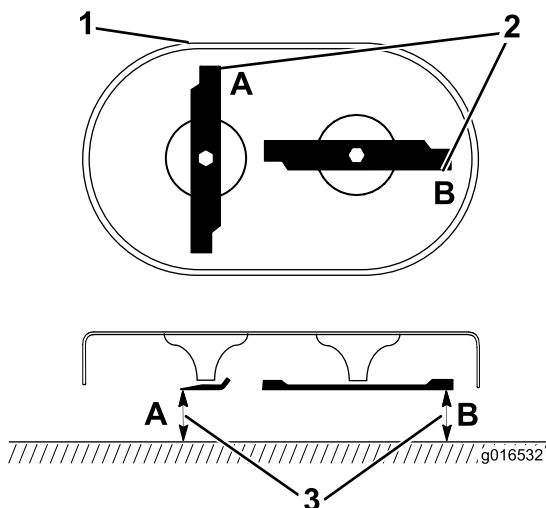

Рисунок 35
1. Поверните ножи, пока они не окажутся в положении, показанном на рис. Рисунок 35.
2. Измерьте от ровной поверхности до режущих кромок в местах **А** и **В** (Рисунок 35) и запишите оба результата измерения.